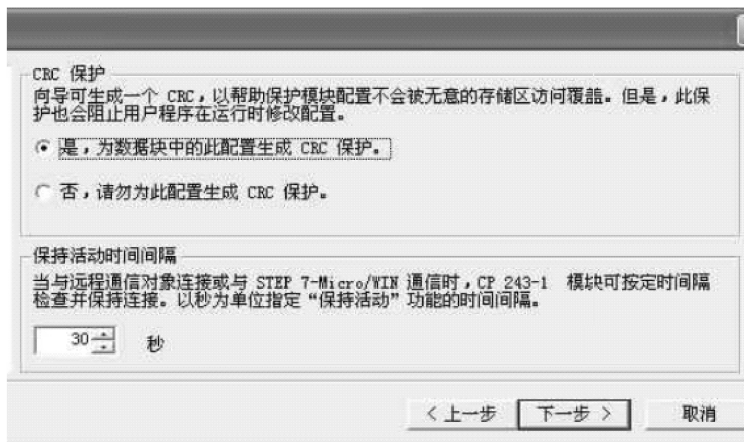

图 7-47 选择 CRC
10) 图 7-47 中, CRC (循环冗余检查) 保护选项允许指定以太网模块检查偶然发生的配置损坏。向导为 V 内存中配置的两个数据块部分生成 CRC 值。当模块读取配置时, 则重新计算该值。如果数字不匹配, 配置损坏, 模块不会使用该配置。